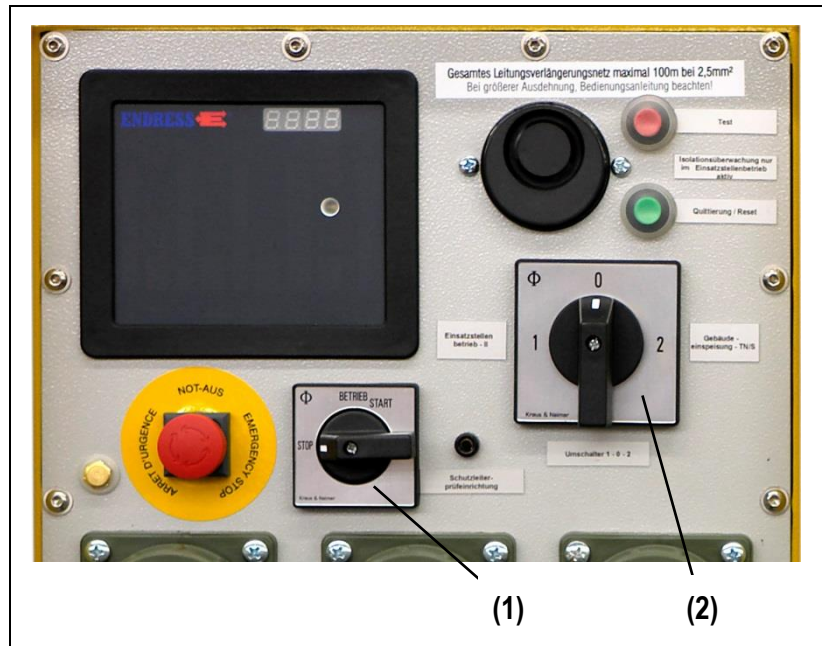

Abb. 4-2: Bedienpaneel Ausführung II / TN-S
**Umschalter Betriebsart ((Abb. 4-2-(2)) NUR bei stillstehendem Stromerzeuger umschalten!**
1. Betriebsarten-Umschalter (Abb. 4-2-(2)) in Position 1 für Einsatzstellenbetrieb (II) oder in Position 2 für Gebäudeeinspeisung (TN-S) drehen.
4. START-STOP-Schalter (Abb. 4-2-(1)) ganz nach rechts in Position „START“ drehen bis Motor startet und dann loslassen.
1. Betriebsarten-Umschalter (Abb. 4-2-(2)) in Position 1 für Einsatzstellbetrieb (II) oder in Position 2 für Gebäudeeinspeisung (TN-S) drehen.
4. START-STOP-Schalter (Abb. 4-2-(1)) auf Stellung „BETRIEB“ stellen.
2. START-STOP-Schalter (Abb. 4-2-(1)) auf Stellung „BETRIEB“ stellen
3. START-STOP-Schalter (*Abb. 4-2-(1)*) auf Stellung „STOP“ stellen